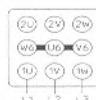

Bild 5
**Anlauf niedrige Drehzahl starting low speed** -> Bild 5